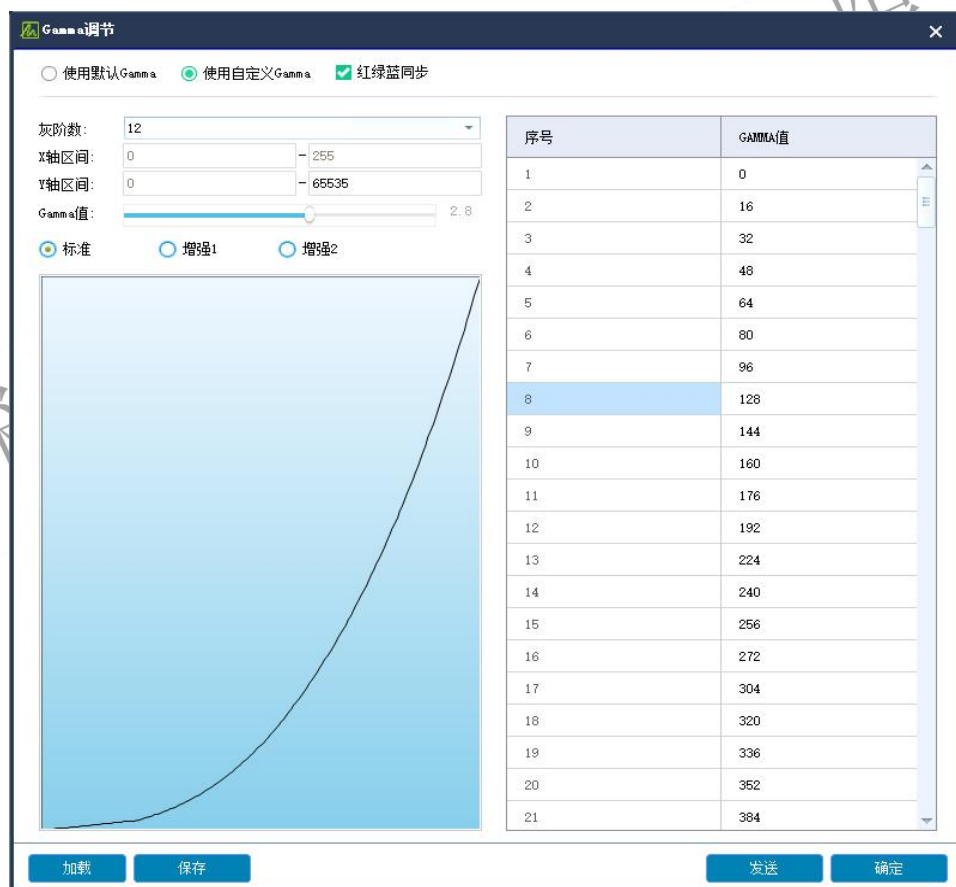

图 4-2-10 自定义 Gamma 值图
- **Gamma 配置：**Gamma 表示原始信号的度量参数，是指显示器的输出图像对输入信号的失真，Gamma 值指这种失真的具体数值。在 Gamma 设置栏目上调节所需 Gamma，默认值为 2.8，也可使用自定义 Gamma 值进行编辑或者加载外部 Gamma 表，如图 4-2-10 所示。调试完后点击“发送”按钮，将调节效果保存到接收卡。